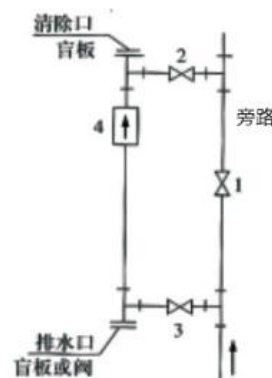

图4 便于清理管道的连接方式
- (3) 对于液固两相流体，最好采用垂直安装，使被传感器衬里磨损均匀，延长使用寿命。
- (4) 不管是水平安装或是垂直安装，在连续生产的工艺管道上，为了不影响生产，便于仪表维修拆装，传感器尽可能采用与原先主工艺管道并联安装（旁路管）的方式，特别对有严重污染要经常清洗的液体。图4是传感器不卸下，在线清洗的安装实例。
- (5) 直管段长度最佳为流量计前 $\geq 10D$ ,后端 $\geq 5D$ , 当现场工况不允许时，最少满足前端 $\geq 5D$ , 后端 $\geq 2D$ 。